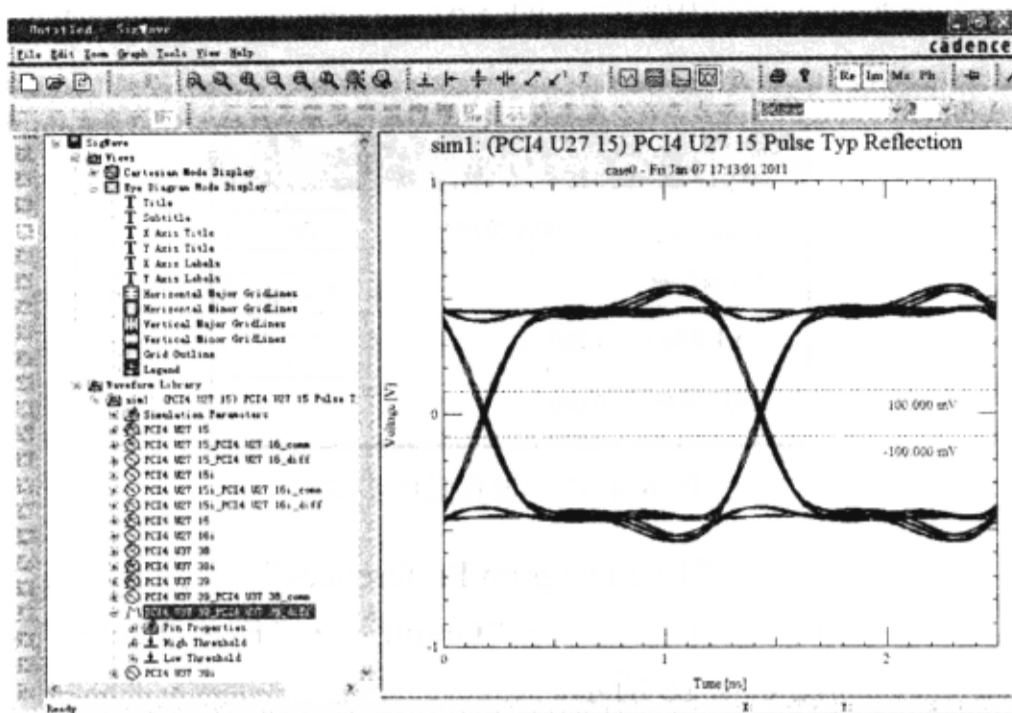

图 6-4-19 差分接收器波形
(5) 选择“SigWave”左边列表框的波形库符号“Sim1: (PCI4 U27 15) PCI4 U27 15 Pulse Typ Reflection”→单击鼠标右键→从弹出的菜单中选择“Hide All Subitems”，所有波形都不显示。
(6) 单击“Sim1: (PCI4 U27 15) PCI4 U27 15 Pulse Typ Reflection”前面的“+”号，显示所有子项。
(7) 双击“PCI4 U37 39\_PCI4 U37 38\_diff”前的波形符号，仅显示差分接收器波形，如图 6-4-19 所示。